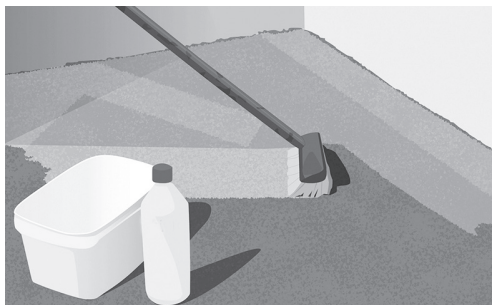

Fig. 7. Rengjør gulvet og påfør grunning.
6. Påfør gulvet en egnet grunning (se Fig. 7).